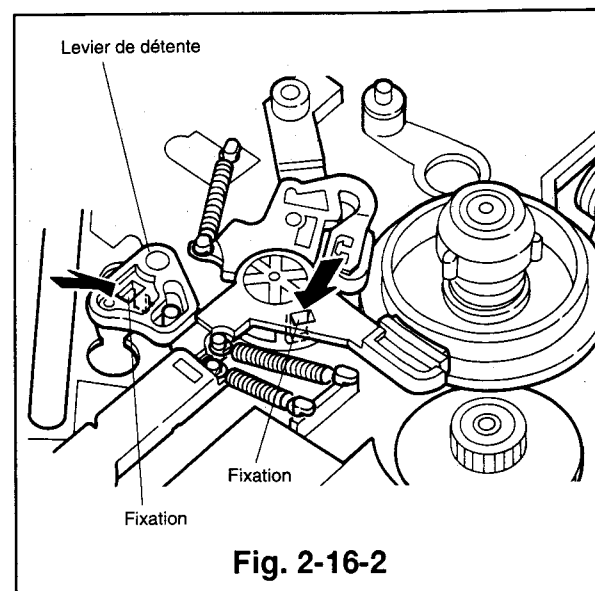

Fig. 2-16-2
- 2) Déposer le frein (SP) et le ressort (SP). (Se référer au Para. 2-14 pour la marche à suivre.)
- 3) Défaire la fixation à l'aide d'un petit tournevis, ou assimilé, et soulever le levier de détente pour le déposer. (Voir la Fig. 2-16-2)
- 5) Défaire la fixation à l'aide d'un petit tournevis, ou assimilé, et soulever le frein (TU) pour le déposer. (Voir la Fig. 2-16-2)